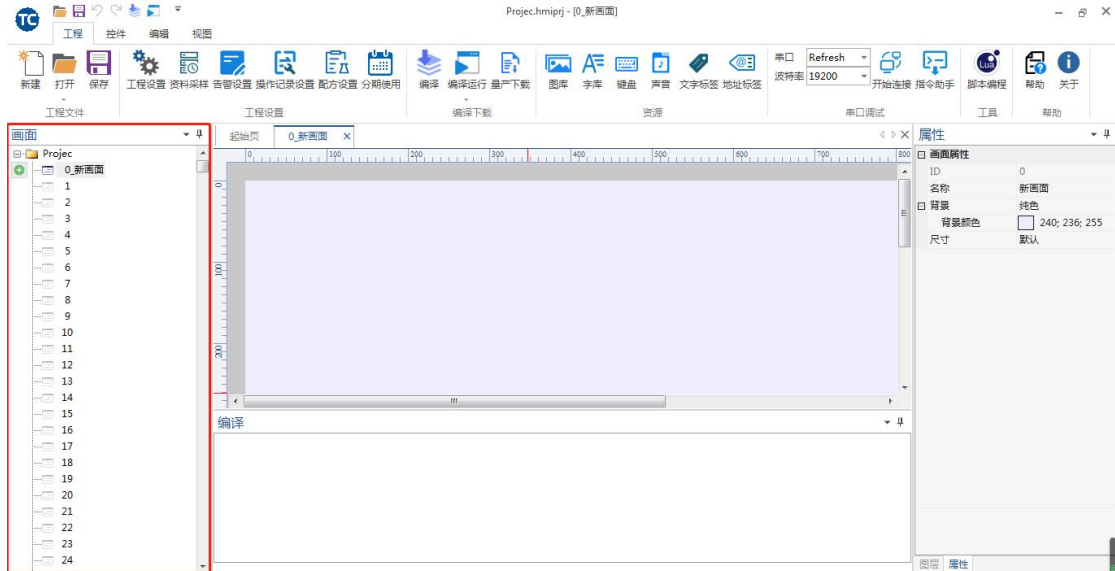

图 1-7 画面区域
1. 该区域主要用于画面的创建、删除、偏移以及选中等功能，如图 1-7 所示；